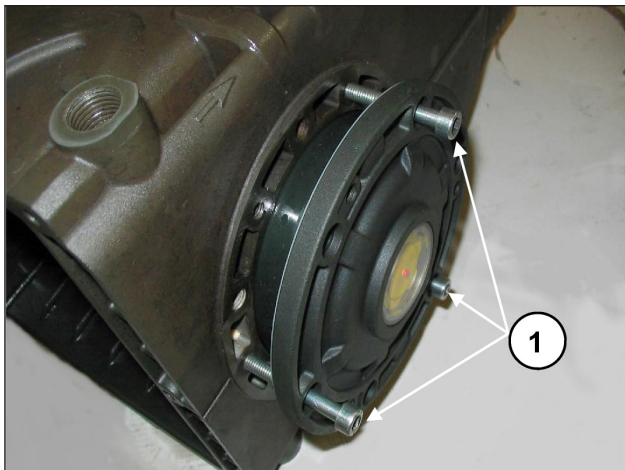

Fig. 8
Prima di montare i coperchi laterali e/o la flangia laterale assicurarsi della presenza degli O-ring di tenuta su entrambi e degli anelli di rasamento sul solo coperchio lato spia. Per facilitare l'imbocco del primo tratto ed il relativo inserimento dei coperchi e della flangia sul carter, si consiglia l'utilizzo di N° 3 viti M6 x 40 parzialmente filettate, (Fig. 8, pos. ①) per poi completare l'operazione con le viti in dotazione.